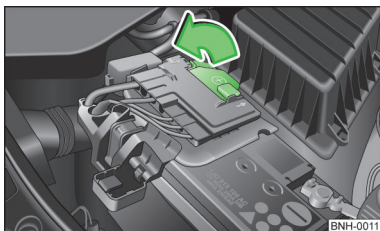

Fig. 118
Bateria se află în compartimentul motor » fig. 118.
► Deschideți capacul în sensul indicat de săgeată » fig. 118.